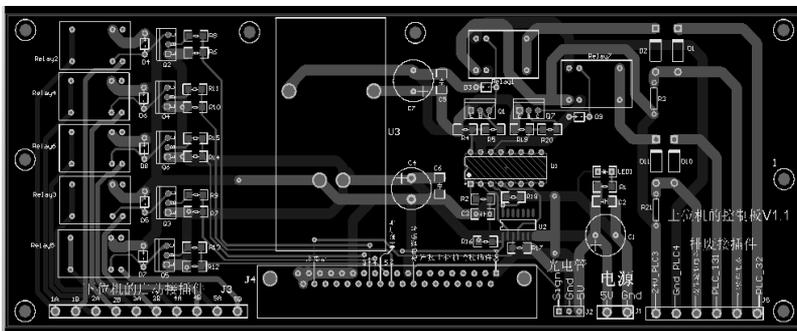
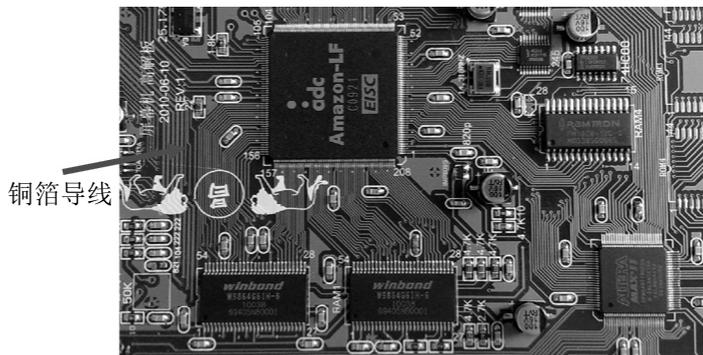
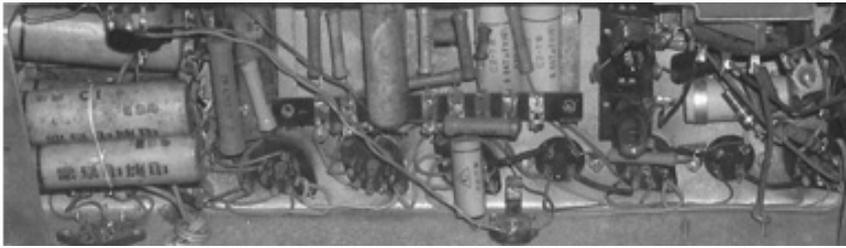

图 1-3 使用 Altium Designer 软件画的电路板图
图 1-4 已制造好的电路板
图 1-5 使用金属导线连接电子元器件的各个引脚
(2) 电路板用于实现电子元器件引脚之间的连接关系，即使用铜箔导线把所有电子元器件的引脚合理地连接在一起，如图 1-3 和 1-4 所示。图 1-3 表示使用 Altium Designer 软件画好的电路板图，图 1-4 表示已经制造好的电路板，在图中可以看到许多连线，这些连线使用铜金属制造，用来连接电子元器件的各个引脚，称为铜箔导线。在早期没有出现电路板这项技术之前，电子元器件的各个引脚使用金属导线连接，如图 1-5 所示。使用金属导线这种连接形式，明显存在两个缺陷：首先，金属导线容易折断，维护成本比较高；其次，如果元器件的引脚非常密集，例如图 1-4 中的元器件，无法使用金属导线进行焊接。
(3) 电路板为电子元器件的插装、焊接、检查和维修等提供了识别字符和图形,如图 1-3 所示。图 1-3 中的黄色对象包括元器件的标号(U1、R1、C1 等)、元器件的外形边框等。电路板图中的黄色对象会印刷在电路板上,在电路板上呈现白色,如图 1-4 所示。